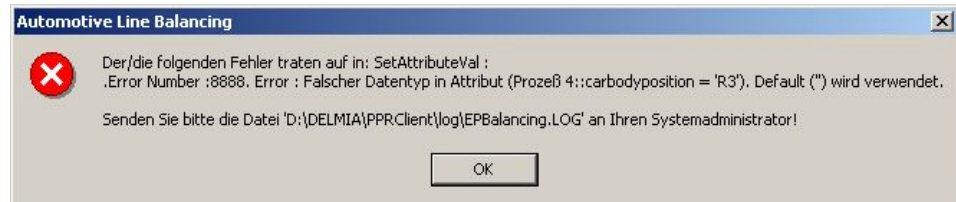

Abbildung 124: Hinweis auf benutzte Karosseriepositionen (Attribut *carbodyposition*)
- ❑ Wenn Sie eine ähnlich lautende Meldung erhalten, wie in Abbildung 124 gezeigt, können Sie trotzdem mit der Austaktung fortfahren. Die Meldung ist nur ein Hinweis auf benutzte Karosseriepositionen, die nicht von Automatic Line Balancing verwendet werden (Attribut *carbodyposition*).